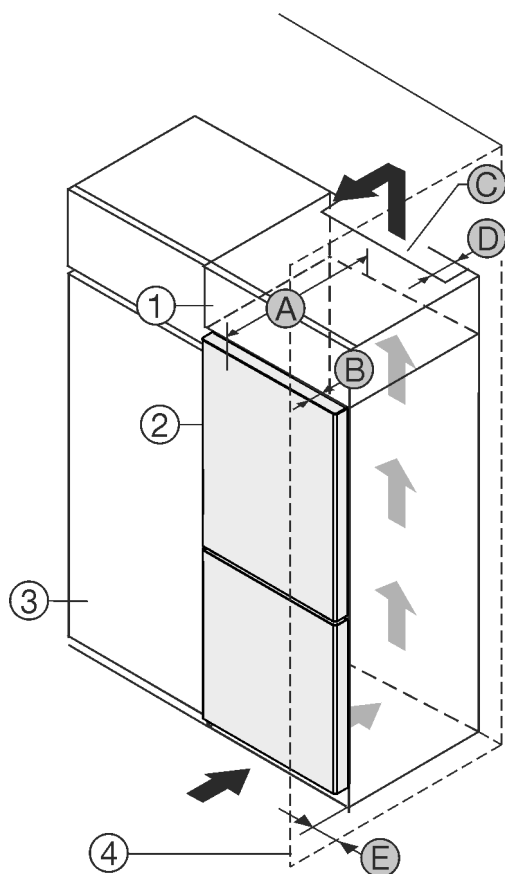

Fig. 1
Vous pouvez placer le réfrigérateur directement à côté de l'armoire de cuisine Fig. 1 (3).
Une sortie d'air avec la profondeur Fig. 1 (D) doit être présente au dos de la rehausse sur toute sa largeur.
La section de ventilation Fig. 1 (C) sous plafond doit être respectée.
Si le réfrigérateur est installé avec les charnières près d'une paroi Fig. 1 (4), la distance entre le réfrigérateur et la paroi doit être d'au moins 13 mm (1/2 in).
Pour pouvoir ouvrir complètement les portes, le réfrigérateur doit dépasser de la profondeur de la porte Fig. 1 (B) par rapport à la façade du placard. L'appareil peut déborder encore plus en fonction de la profondeur des placards Fig. 1 (3) et de l'utilisation de cales d'épaisseur.